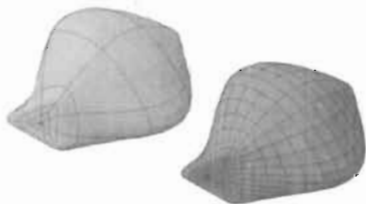

图 13-6
- 优化：将选定的网格对象或选定的子对象（例如面）中的细分数增加 4 倍，如图 13-6 所示。优化还可将当前平滑度级别重置为 0，以便无法再超过该级别锐化对象。由于优化会显著增加网格的密度，因此，用户可能希望将此选项限制到需要进行极其详细的修改的区域。优化还有助于以较少的影响来铸造模型整体形状上较小的截面。